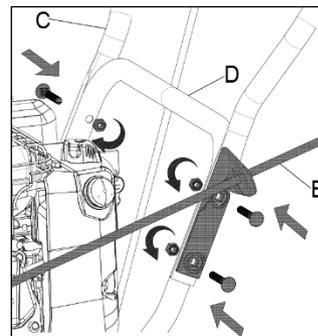

Рис. 6
Прикрепите верхнюю рукоятку (С) к нижней рукоятке (D) с помощью болтов, гаек и шайб. А также закрепите рукоятку рычага регулировки желоба (Е) на рукоятке, как показано на рисунке (Рис.6). Затяните соединения гаечным ключом.